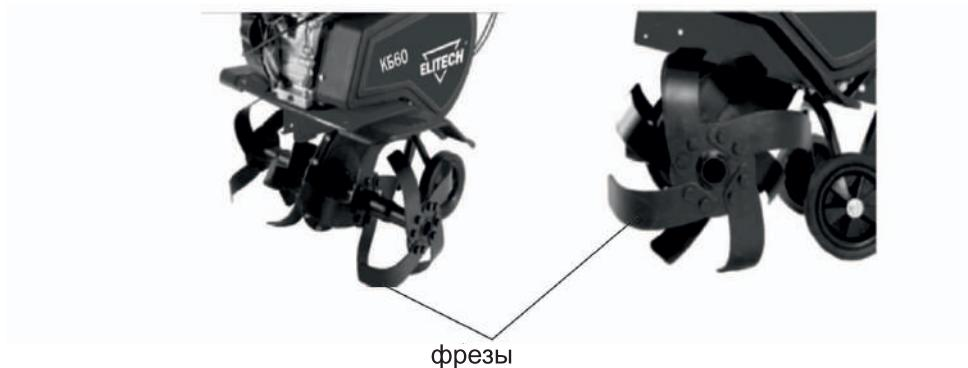

Рис. 8
6.6. Установка навесного оборудования (Рис. 8а)
Рис. 8а